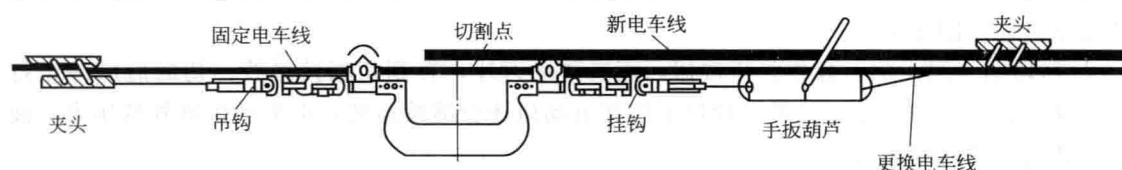

图 1-6 接触线紧固夹具整体安装
(1) 工具用途 阻止导线的旋转，形成稳定的操作空间，便于安装接触线连接头，适用于  $85\sim150\text{mm}^2$  接触线。接触线紧固夹具整体安装结构如图 1-6 所示。